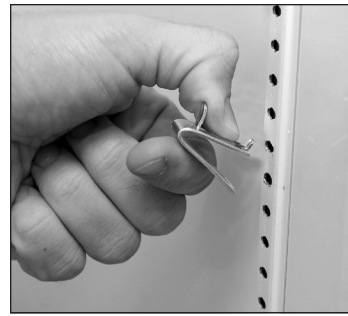

Fig. 1. Installation de la languette supérieure du clip d'étagère.
1. Accrochez les clips d'étagère dans les supports pour les étagères. Voir fig. 1.